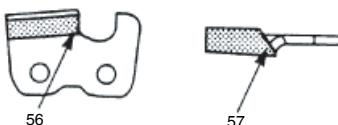

Fig. 47
- 6) Limez suffisamment pour éliminer tous les dégâts survenus au tranchant des lames (platine supérieure (56) et platine latérale (57)) du maillon-gouge. (Fig. 47)